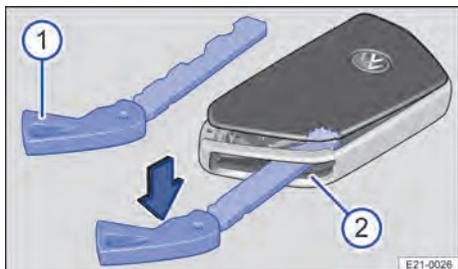

Fig. 42 Chave do veículo: abrir a tampa do compartimento da bateria.
2. Introduzir a chave de emergência na fenda → Fig. 42 ②, pressionar no sentido da seta e extrair a cobertura.